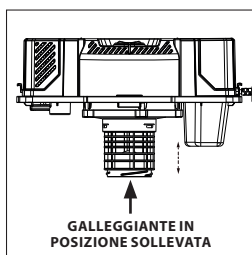

FIG. 5
- Il presente aspiratore a umido/a secco è dotato di un meccanismo galleggiante che si solleverà automaticamente per interrompere il flusso d'aria una volta che il liquido nel serbatoio abbia raggiunto un predeterminato livello. Quando ciò accade, spegnere l'aspiratore, scollegare il cavo e svuotare il serbatoio della polvere. Sarà possibile accorgersi che il galleggiante ha interrotto il flusso d'aria perché l'aspirazione cesserà e il rumore del motore diverrà più acuto per la sua aumentata velocità. La capacità di liquido può variare in base alla velocità di aspirazione. (Fig. 5)